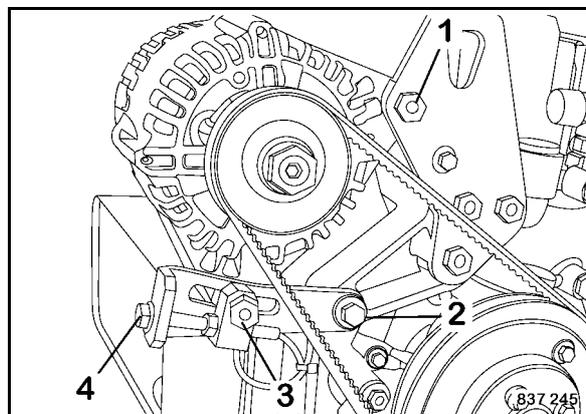

Fig. 182
- Allentare leggermente le viti di fissaggio 1, 2 e 3 (Fig. 182).
- Girare la vite di serraggio (4) fintantoché non si otterrà la tensione corretta della cinghia trapezoidale.